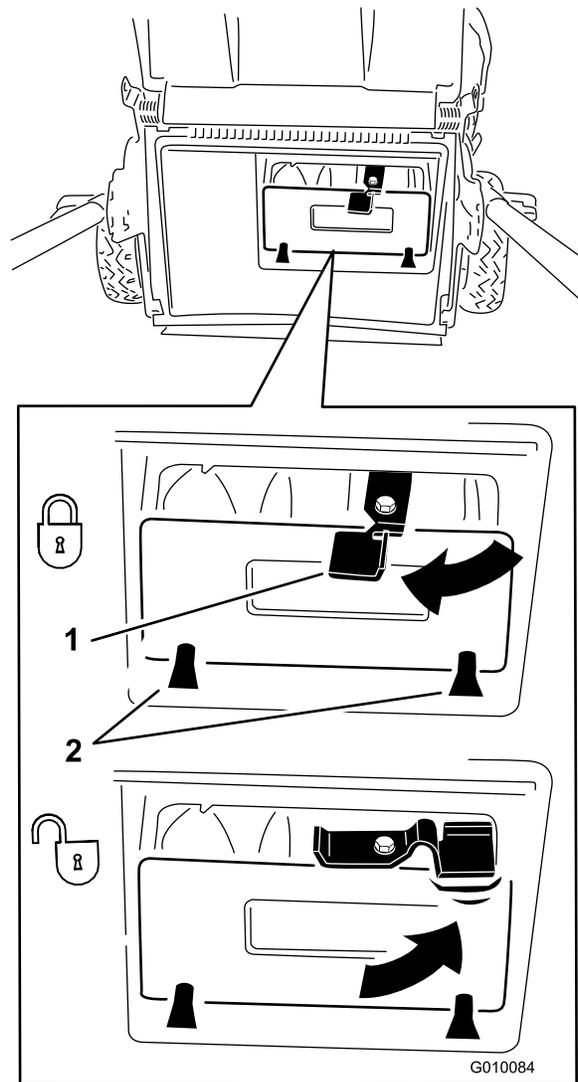

Figura 25
**Importante:** Asegúrese de que el tapón de descarga trasera está bloqueado en su sitio. Para bloquear el tapón, presione firmemente hasta que encaje en su lugar detrás de las pestañas, y gire la palanca del tapón a la izquierda (Figura 25).
**Nota:** Para desbloquear el tapón, gire la palanca del tapón a la derecha (Figura 25).